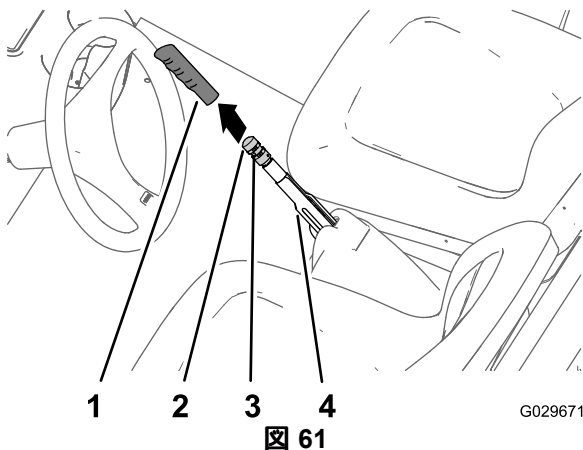

図 61
- 駐車ブレーキレバーのゴム製グリップを外す 図 61。
2. 駐車ブレーキレバーに調整ノブを固定している固定ねじをゆるめる 図 61。
3. ブレーキレバーを操作するのに必要な力が133156N m 4.24.8kg.mとなるようにノブを回して調整する 図 61。
4. 固定ねじを締め、ゴム製グリップを取り付ける 図 61。
1. 駐車ブレーキのゴム製グリップを外す 図 61。
2. 駐車ブレーキレバーに調整ノブを固定している固定ねじをゆるめ 図 61、駐車ブレーキをゆるめて、ブレーキ調整ノブをゆるめる。
5. ブレーキを掛けるのに必要な力が133156Nm 4.24.8kg.m = 3035ft-lbとなるようにノブ 図 61を回して調整する。
- C. ブレーキを掛けるのに必要な力が133156Nm 4.24.8kg.m = 3035ft-lbとなるようにノブ 図 61を回して調整する。
133156Nm 4.24.8kg.m = 3035ft-lbとなるようにノブ 図 61を回して調整する。
- 固定ねじを締め、ゴム製グリップを取り付ける 図 61。